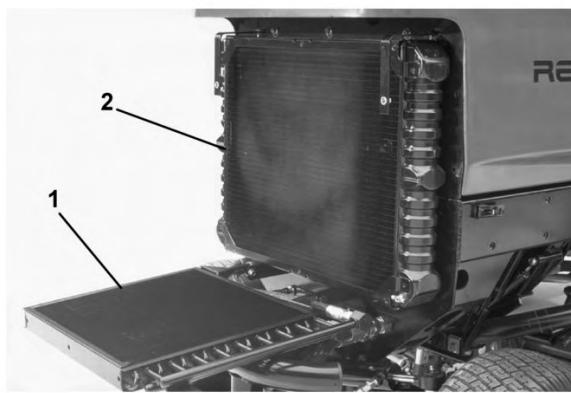

図 75
3. オイル・クーラのノブをゆるめてクーラを後ろに傾ける（図 75）。オイル・クーラとラジエターの裏表を圧縮空気で丁寧に清掃する。水を使用しないこと。フードを明け、機体後部に向けてゴミを吹き飛ばす。清掃が終了したらオイル・クーラを元に戻しノブを締める。